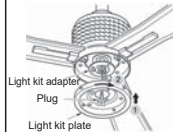

Fig.22
Paso 2: Deslice la placa del kit de iluminación hacia el adaptador del kit de iluminación y coloque los orificios sobre los tornillos en el adaptador del kit de iluminación. Gire la placa del kit de iluminación hasta que se coloquen en su sitio en la sección estrecha de los orificios (Fig.22).